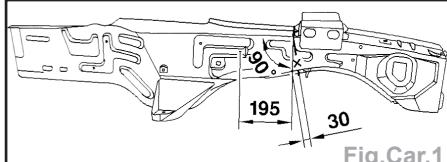

Fig.CaR.1
- Tracer la coupe de la pièce (Fig.Car.1).